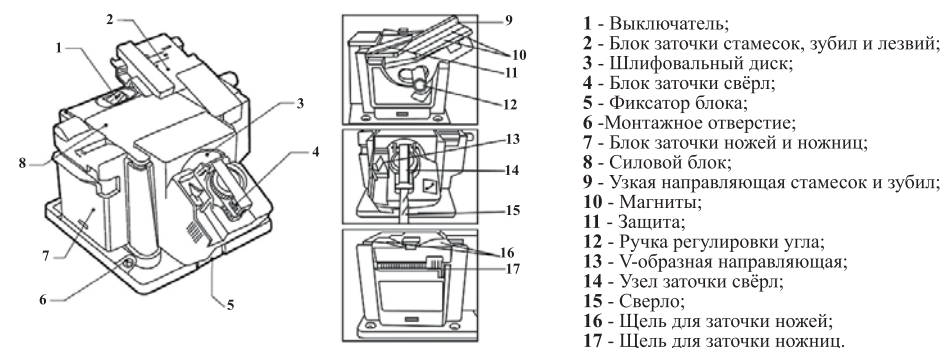

рис.1
Общий вид\* заточного станка представлен на рис. 1
6.1.1 Установите блок заточки стамесок, зубил и лезвий 2 (рис.1) на силовой блок 8 (рис.1).
6.1.2 Положите стамеску, зубило или лезвие на суппорт для лезвий. Магниты 10 (рис.1) удерживают лезвие в нужном положении. (рис.2)
6.1.4 Для регулировки угла ослабьте ручку регулировки угла 12 (рис.1). Выберите нужный угол и затяните ручку.
6.1.5 Кромка лезвия должна касаться шлифовального круга. Включите силовой блок 8 (рис.1) с помощью выключателя 1 (рис.1), переведя его в положение «ВКЛ».
6.1.6 Двигайте суппорт с лезвиями вперёд и назад поперёк шлифовального круга 3 (рис.1) с лёгким постоянным нажимом, непрерывным движением.
6.1.8 При заточки узких лезвий, стамесок или зубил положите узкую направляющую 9 (рис.1) в качестве распорки и произведите заточку, как указано выше.